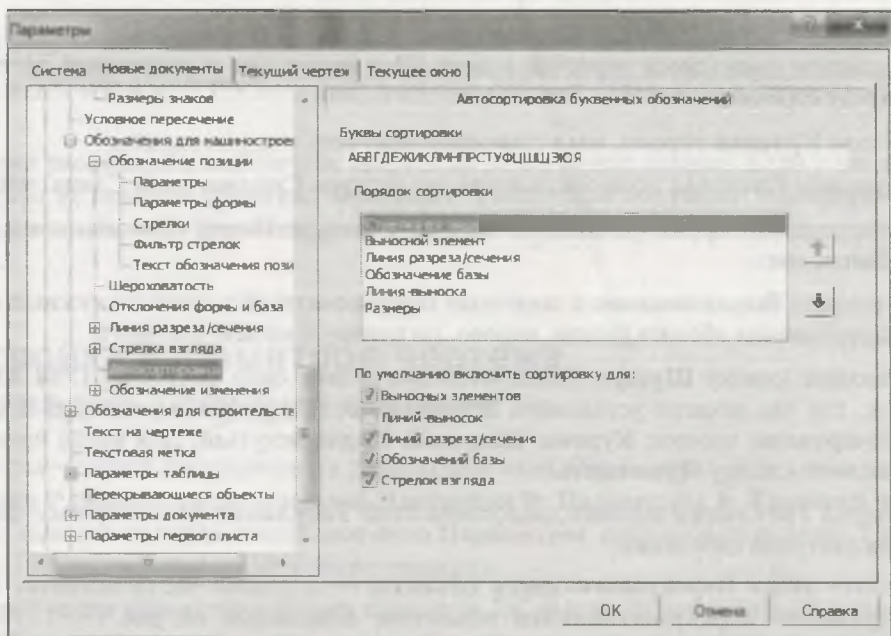

Рис. 17.29. Диалоговое окно Параметры с открытой панелью Автосортировка
- щелкните по пункту **Автосортировка** (рис. 17.29) — в правой части откроется панель **Автосортировка буквенных обозначений**. В разделе **По умолчанию включить сортировку** для включены опции для сортировки объектов оформления по ЕСКД;